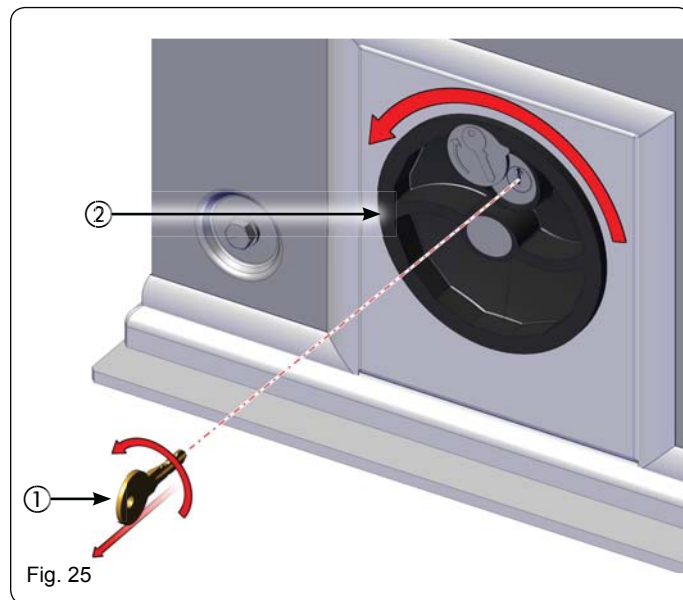

Fig. 25
1. Gire el sistema de desbloqueo en sentido antihorario hasta su tope (Fig. 25 ref. ②).
2. Gire la llave en sentido antihorario y sáquela de la cerradura (Fig. 25 ref. ①).